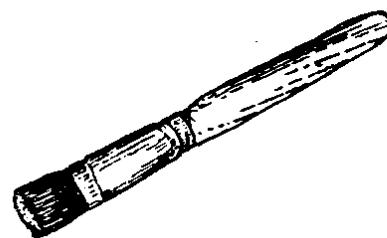

图 1—27 洗刷毛刷
(2) 捣拭毛刷：钟零件可使用细毛扁刷；表零件可使用粗、细长柄长毛刷，其外形如图 1—28 所示。